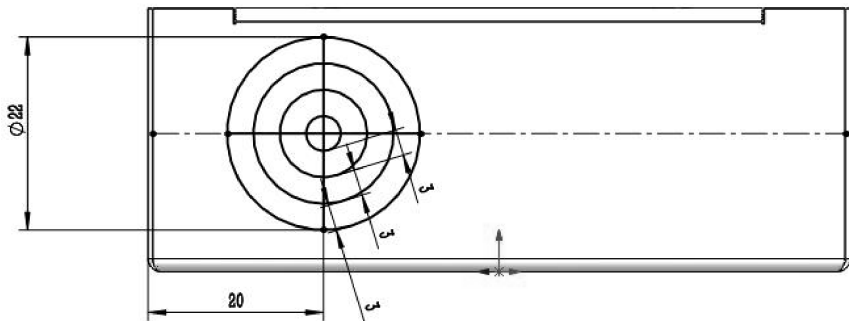

图 6-77 绘制通风口草图
- 10 创建通风口。单击【草图】选项卡中的【草图绘制】按钮, 选择钣金的端面作为草图平面, 绘制通风口的草图, 如图 6-77 所示。